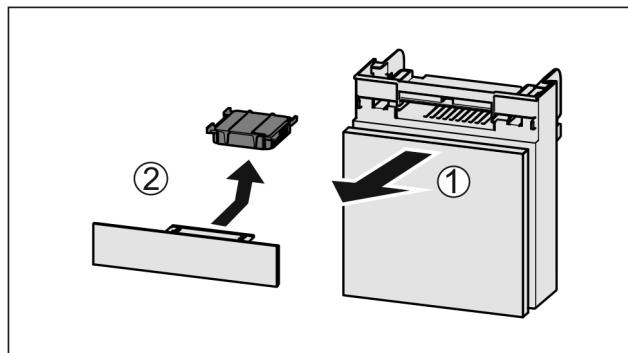

Fig. 55
► Вытянуть Fig. 55 (1) отделение движением вперед.
► Извлечение Fig. 55 (2) фильтра с активированным углем.